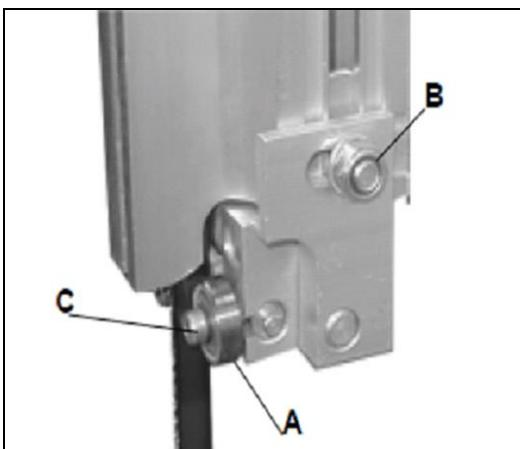

Fig 24
Die Sechskantmutter (B, Fig 24) lösen und die gesamte Führung in der Tiefe so einstellen, dass der Abstand vom Zahngrund zu den seitlichen Führungssrollen (A) ca. 2 mm beträgt.